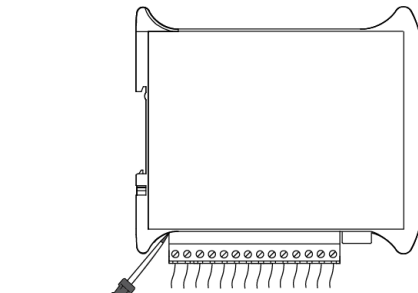

Abb. 4 Austausch der steckbaren Klemmleisten
1. Nehmen Sie die Klemmleisten ab, ohne die Leiter zu trennen (Abb. 4).